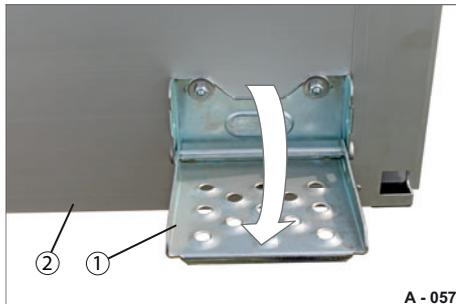

Abb. 71 Klaptritt, aufgeklappt
- ▶ Entriegeln und klappen Sie die Heck-Bordwand (Abb. 71/2) herunter.
- ▶ Ziehen Sie die Trittstufe (Abb. 71/1) nach oben und klappen Sie diese herunter.